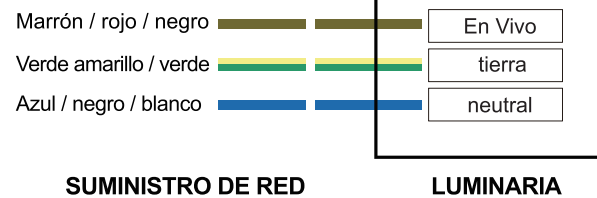
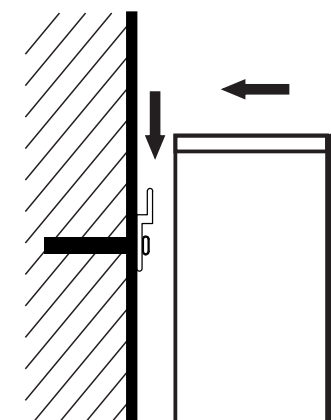

Fig. 5
Fig. 6
2.2 Assicurarsi che il circuito a parete non sia sotto tensione e collegare il filo tripolare riservato alla parete alla morsettiera del filo tripolare sul prodotto (Fig. 5) montare l'armadietto a specchio sulla barra (Fig. 6).